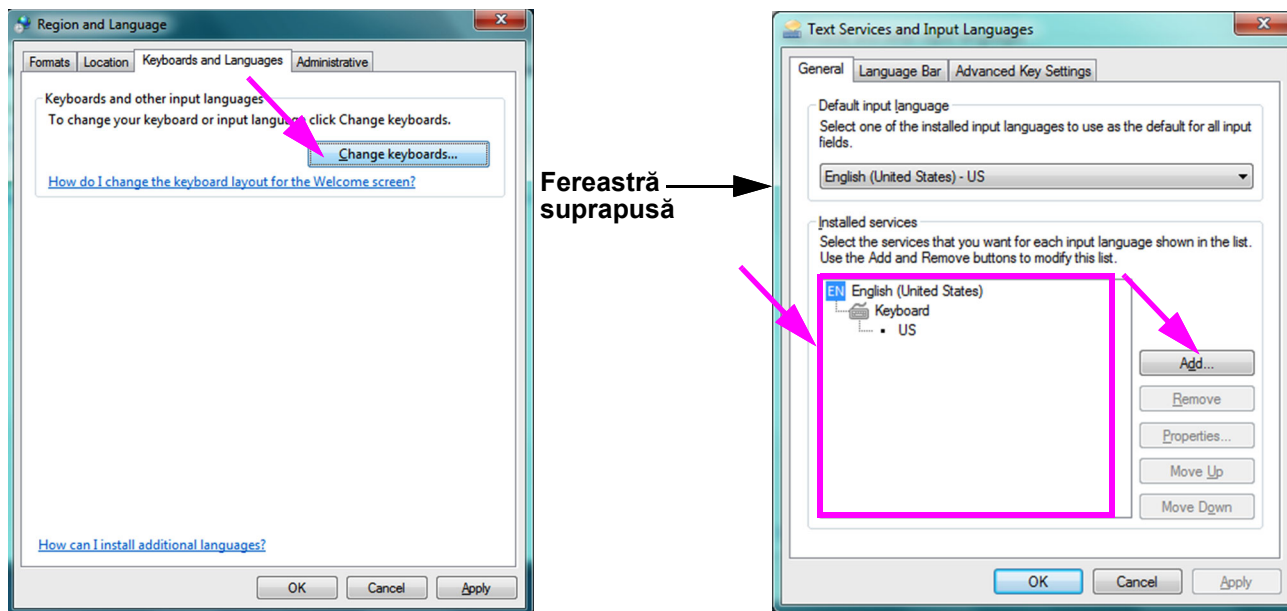

Figura C-8. Ecranele Regiune și limbă și Servicii text și Limbi de tastatură
2. Când apare fila Tastaturi și limbi (Keyboards and Languages), faceți clic pe butonul **Schimbare tastaturi... (Change Keyboards...)** (consultați Figura C-8). Apare o fereastră suprapusă, care enumeră serviciile instalate (tastaturile lingvistice disponibile).
Dacă limba dorită nu există în caseta Servicii instalate (Installed Services), faceți clic pe butonul **Adăugare (Add)** (consultați **Figura C-8**).